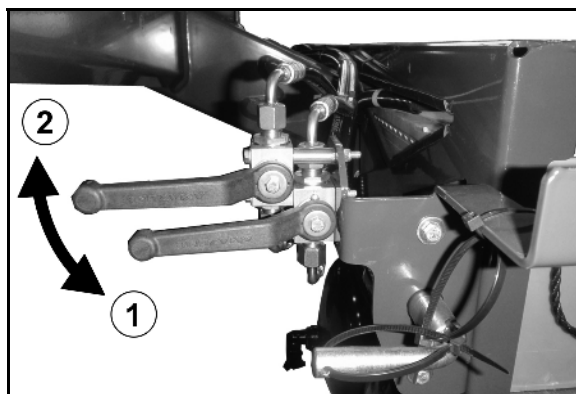

Bild 23
- Öppna kranarna på hydraulblocket (Bild 23/)
- Stäng kranarna (Bild 23/2):